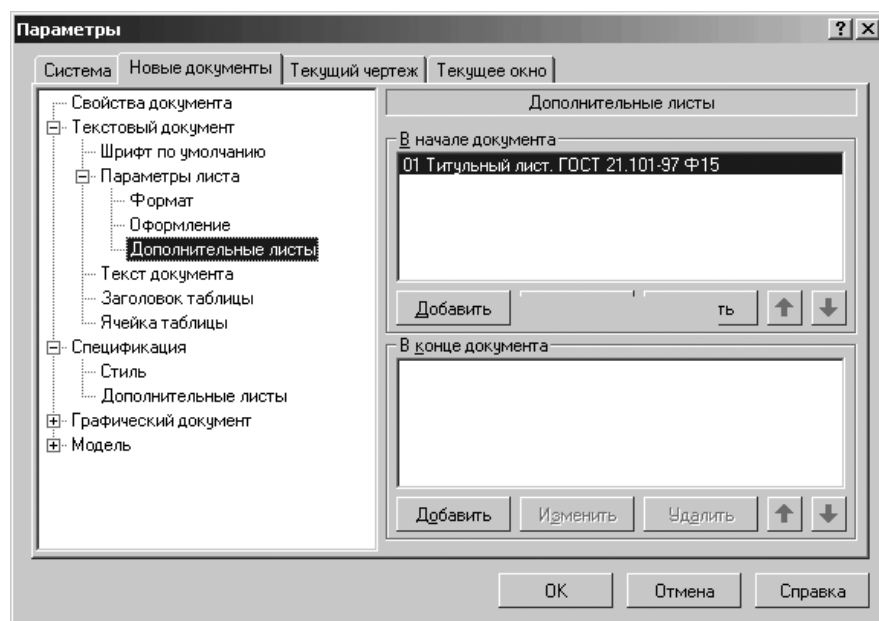

Рис. 10.12. Диалоговое окно **Параметры** с открытой панелью **Дополнительные листы** и введенным в начале документа дополнительного листа
- щелкните в диалоговом окне **Оформление** по кнопке **ОК**. Название выбранного стиля появится в панели **Дополнительные листы**. Одновременно активизируются кнопки **Изменить** и **Исключить**. Возможное состояние диалогового окна **Параметры** с открытой панелью **Дополнительные листы** показано на рис. 10.12.